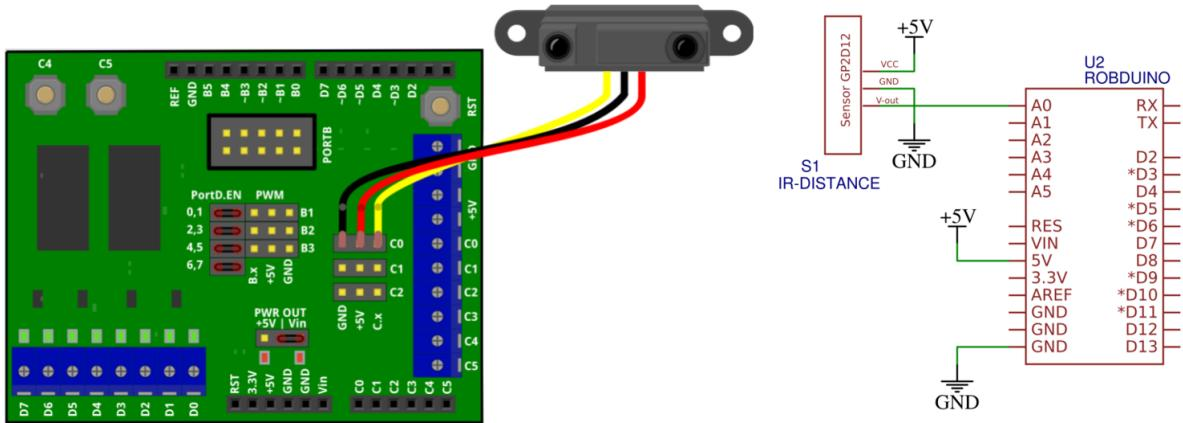

Figure 2.8: Priključitev IR senzorja razdalje.
- IR senzor razdalje priključite na tri-pinski priključek kot je prikazano na fig. 2.8.